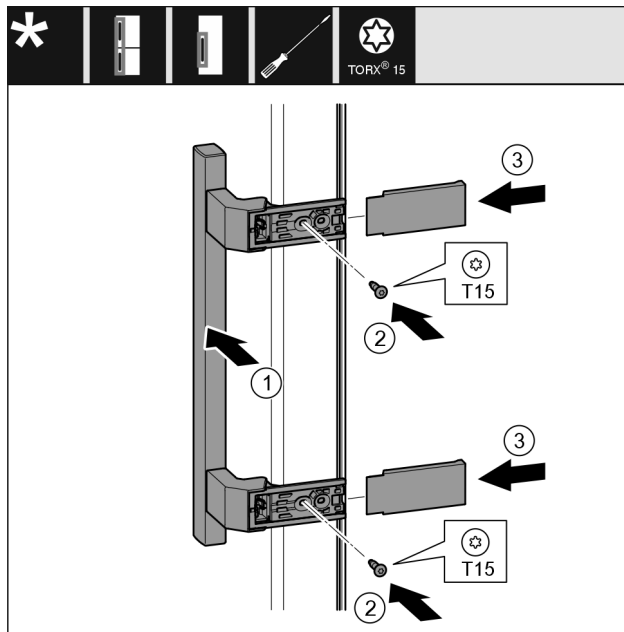

Fig. 33
- ▶ 将把手 Fig. 33 (1) 放到反面。
- ▶ 将螺钉 Fig. 33 (2) 用螺丝刀拧紧。
- ▶ 将盖板 Fig. 33 (3) 放置到侧面并插入。